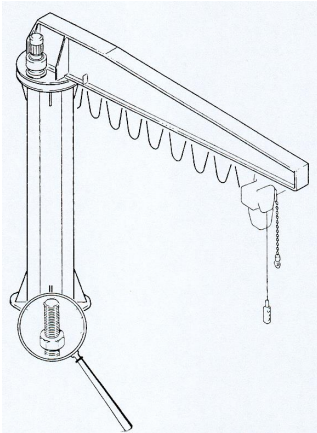

fig.11
- Veiller à ce qu'il n'y ait pas de défauts évidents dans les structures de soutien/fixation (fig.11) ;